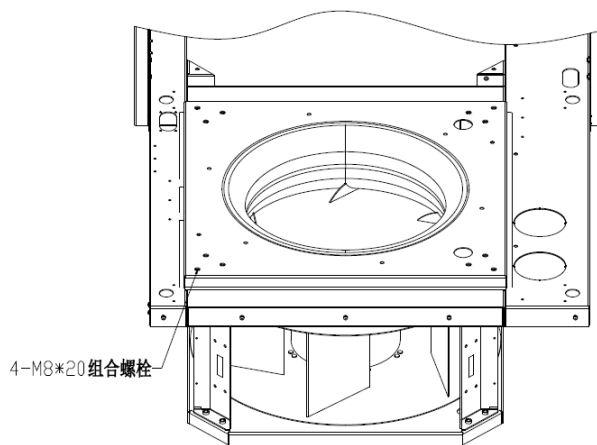

图2-14 风机下沉后示意图
2. 将风机下沉后, 使用螺栓将风机笼子固定牢靠, 下沉完毕的风机如图 2-14 所示。